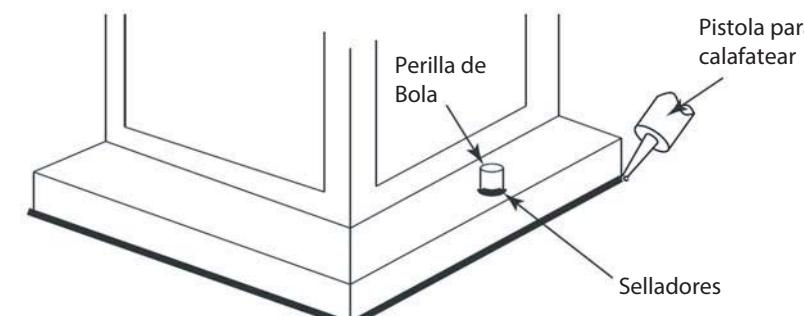

Figura 2
- Conecte el cable de alimentación positiva (A) (normalmente negro el lado no marcado suave del cable de dos conductores) de plomo accesorio positivo (B) con un giro de tamaño appropriate connector – **Véase la Figura 2 y 3.**
- Conecte el cable de alimentación negativa (C) (por lo general de color blanco o el lado marcado estriado del cable de dos conductores) de plomo accesorio negativo (D).
Loop alambre de tierra (E) (generalmente de cobre o verde recubierto de plástico) debajo de la cabeza del tornillo de tierra (S) en la brida de montaje accesorio (M) y conectar con el extremo suelto del cable de tierra luminaria directamente al cable de tierra del sistema de construcción con un tamaño adecuado twist-connectores – **Véase la Figura 2.**
Después asegurar fijo en su lugar, se recomienda que la distancia entre la parte superior y la base de montaje del acceso se sellará con cualquier buen masilla impermeable de calidad o sellador de silicona (no incluido). También se recomienda que una pequeña capa de madilla o sellador de ser sometidos a los mandos de bolas utilizadas para montar accesorio – Véase la Figura 2.